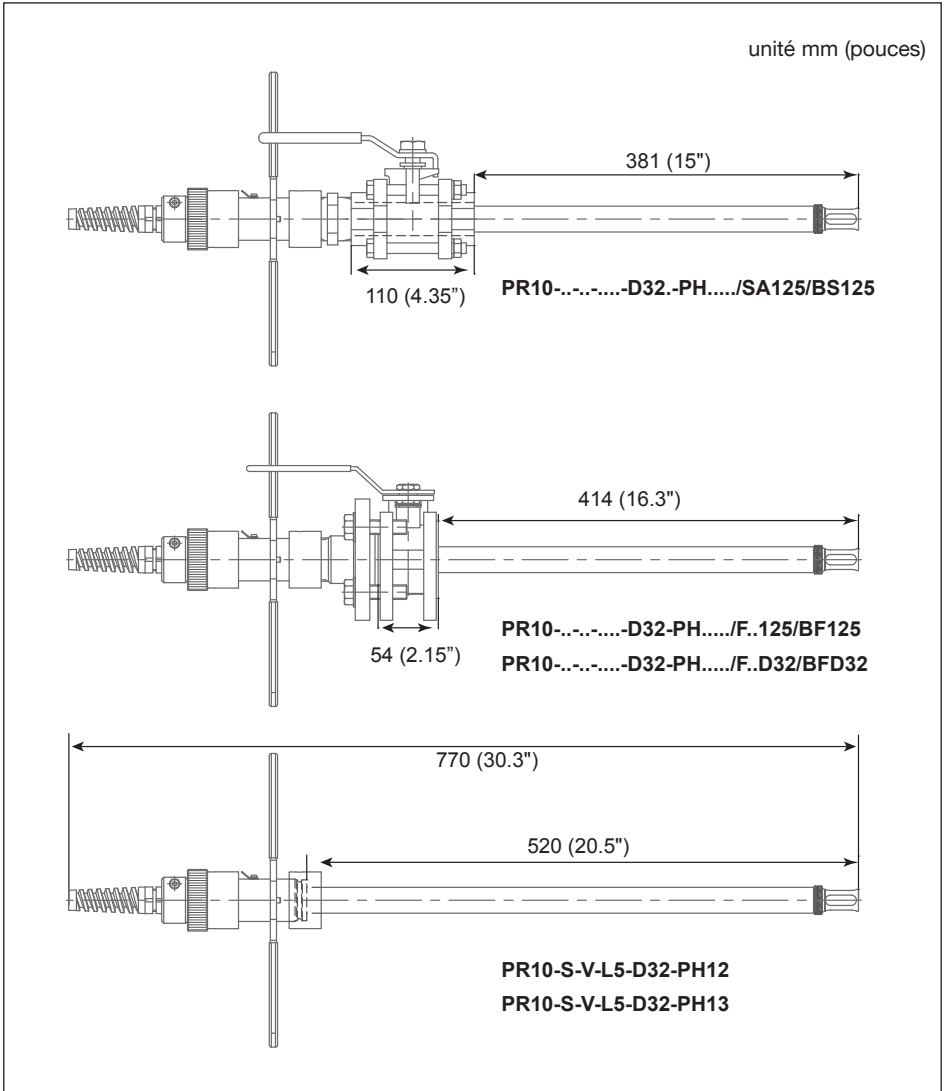

FIG. 2 Schémas d'encombrement PR10...-D32 avec électrode de pH
- se reporter au schéma Fig. 2 - 5.